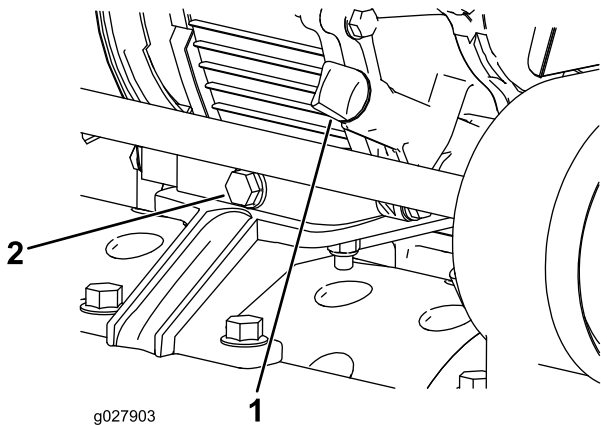

图23
1. 调整机器使发动机保持水平并清洁量油尺周围的区域图23。
2. 在机器后部排油塞下放置一个放油盘图23。